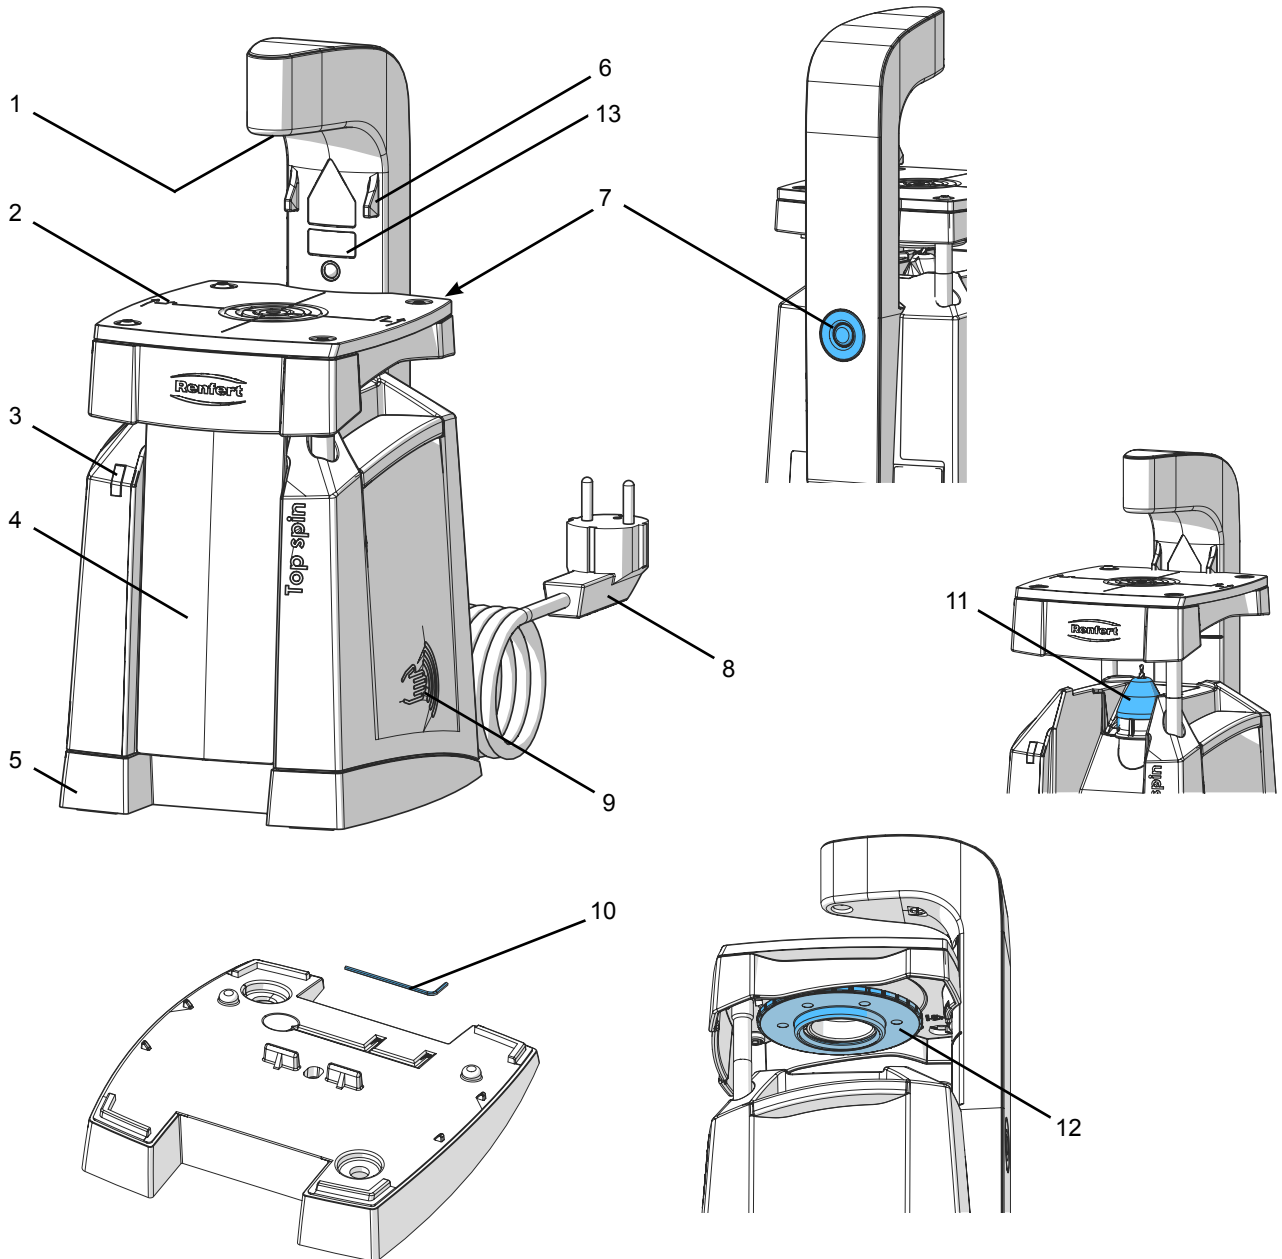

Fig. 1
- ⇒ Saque la indicación de peligro Láser que figura en su idioma nacional del juego de adhesivos y péguelo sobre la indicación de peligro actual (13, fig.1).
⇒ Colocar la corona de dientes en la mesa de perforación (2, fig. 1) y posicionar bajo el láser (1, fig. 1).
- ⇒ Desplazar la mesa de perforación (2) hacia arriba hasta el tope (6).
- ⇒ Empujar el polvo depositado con un pincel o golpeando suavemente en el depósito de polvo (4, fig. 1) y extraer el depósito de polvo tirando hacia delante por el borde inferior.